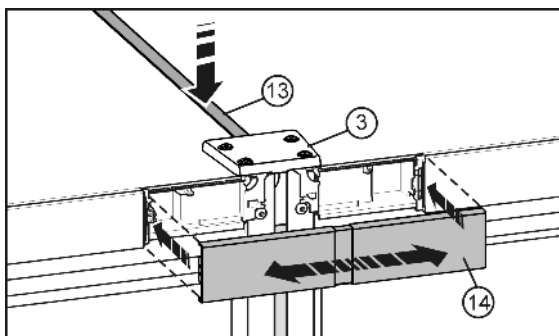

Fig. 10
- ▶ På översidan, tryck in den korta listen *Fig. 10 (13)* i spalten. Listen ska ligga i samma plan som förbindelseplattans *Fig. 10 (3)* framkant.
- ▶ Fäst täckplattan *Fig. 10 (14)* över det ännu öppna mellanrummet mellan de båda kontrollpanelerna. Kontrollera då att täckplattans ytersidor är i samma plan som kontrollpanelerna. För detta ändamål är täckplattan utdragbar.